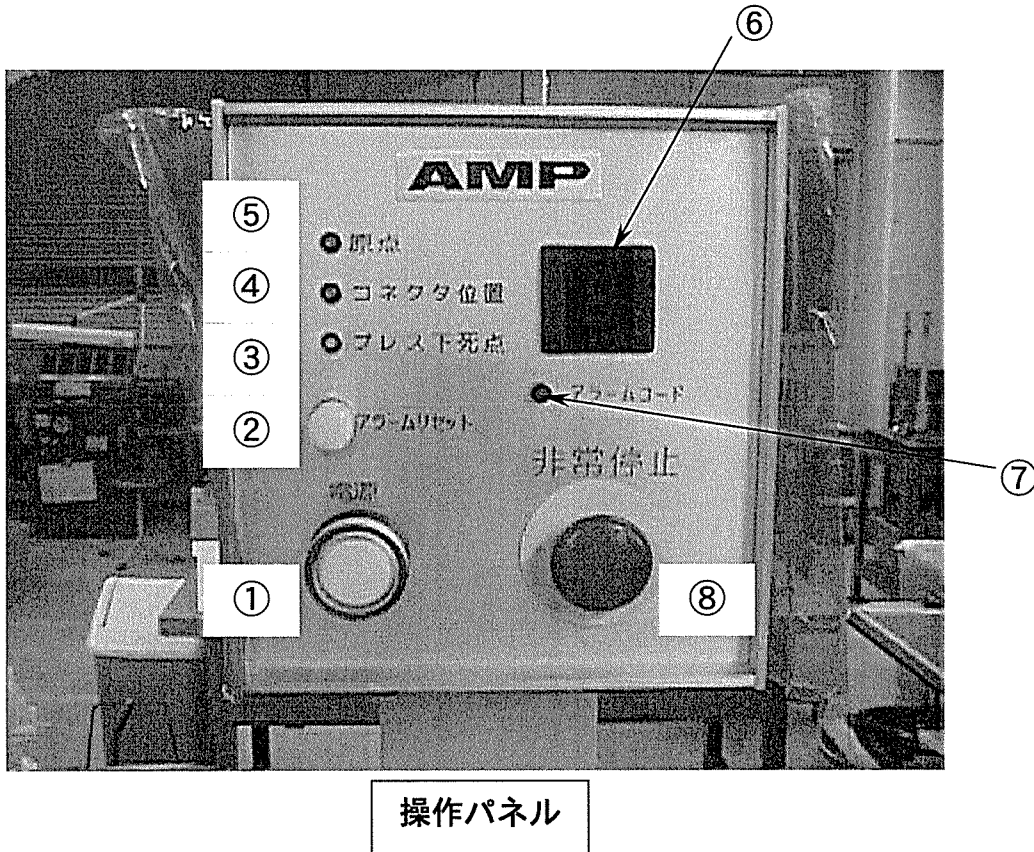

Fig.9
1) 操作パネルの各部名称 (Fig.9 を参照)
- ① 電源ボタン